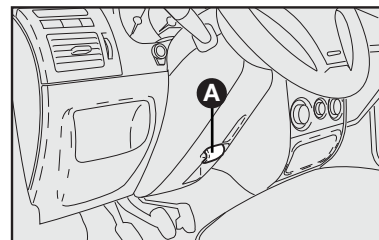
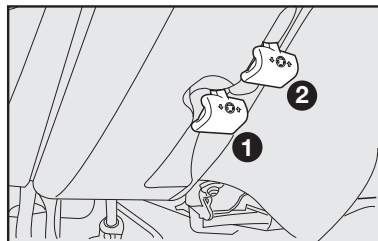

fig. 10
fig. 11
VOLANTE - fig. 10 y 11
1) Desplace la palanca A-fig. 10 hasta la posición 2-fig. 11.
3) Vuelva a poner la palanca en la posición 1-fig. 11 para trabar nuevamente el volante.